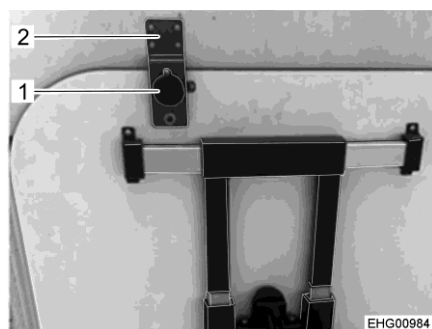

Fig. 39 Piano del tavolo (nel supporto)
- Spingere il piano del tavolo nel supporto (Fig. 39,2) dietro il sedile del conducente, fino a far innestare il pulsante di blocco (Fig. 39,1).
- Tirare il pulsante di blocco (Fig. 39,1). Il bloccaggio si sblocca.
- Estrarre il tavolo dal supporto (Fig. 39,2).